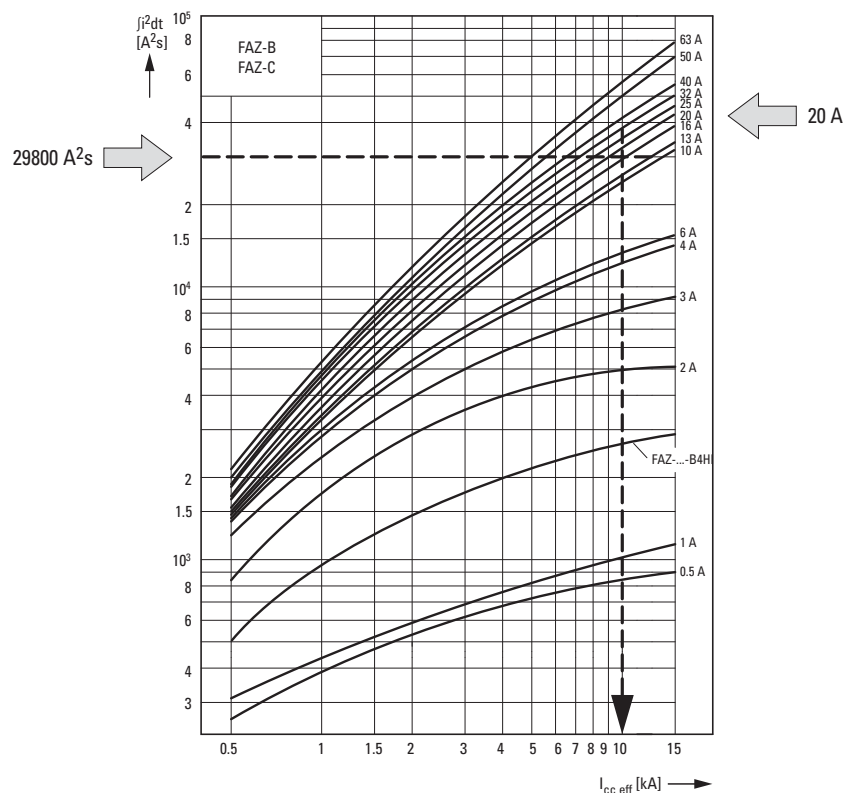

Abbildung 12: Leistungsschutz mit FAZ-3-B20
- An der Einbaustelle darf das Kurzschlussniveau $I_{cc \text{ eff}}$ daher 10 kA nicht überschreiten (→ Kennlinie in Abbildung 12).